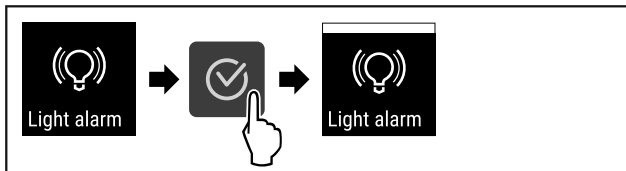

Fig. 119
- ▶ Изпълнете стъпките (виж Fig. 119) .